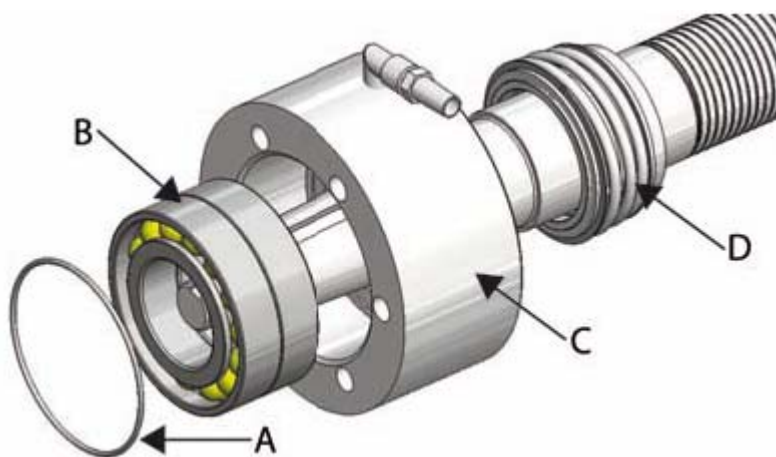

Figura 9. Rimozione della cassa del cuscinetto dall'albero
9. Estrarre il cuscinetto (figura 9, punto B) e la cassa del cuscinetto (figura 9, punto C) dall'albero.
Si può anche togliere la tenuta meccanica (figura 9, punto D), ma potrebbe essere difficoltoso a causa della pressione dei soffiati sull'albero.
La tenuta tra cassa del cuscinetto e coperchio è ottenuta da un o-ring (figura 9, punto A).